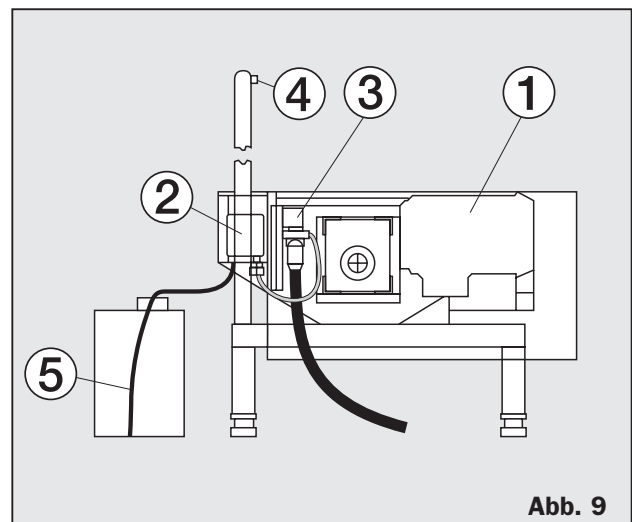

Abb. 9
17. Ersatzteile (siehe Abb. 9)